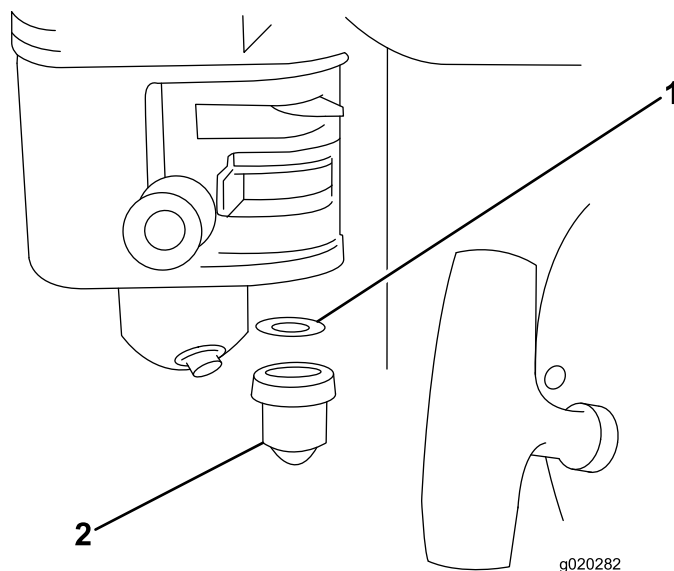

Figura 19
4. Retire la taza de sedimentos y la junta tórica (Figura 19).